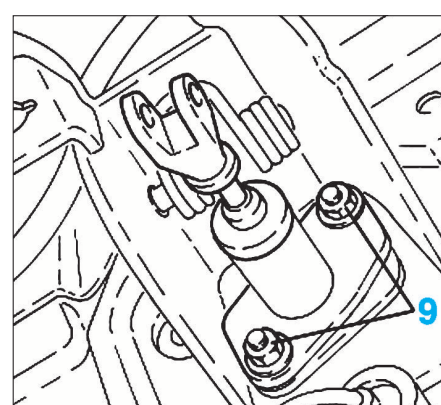

FIG. 6
- Soulever l'agrafe (8) et débrancher l'ensemble amortisseur de vibration-canalisation.
- Déposer les 2 écrous de fixation (9) du cylindre émetteur (Fig.6).